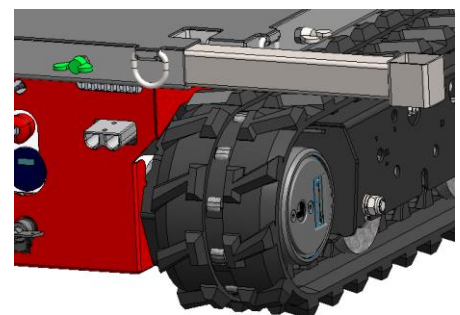

Abbildung 14
- Lösen Sie die Flügelschraube (in *Abbildung 14* grün) der auszuschiebenden Runge (nicht herausdrehen).